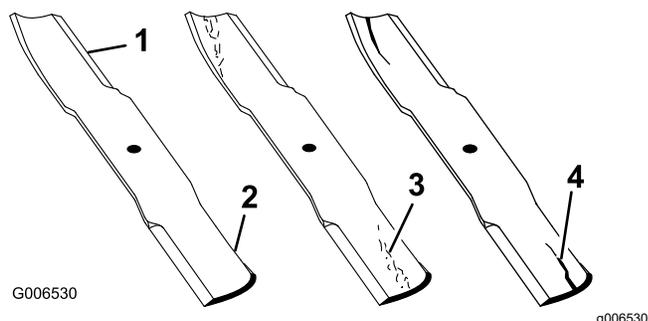

Рисунок 87
1. Осмотрите режущие кромки (Рисунок 87).
4. При обнаружении признаков повреждения, износа или образования зазора в этой области немедленно замените нож (Рисунок 87).